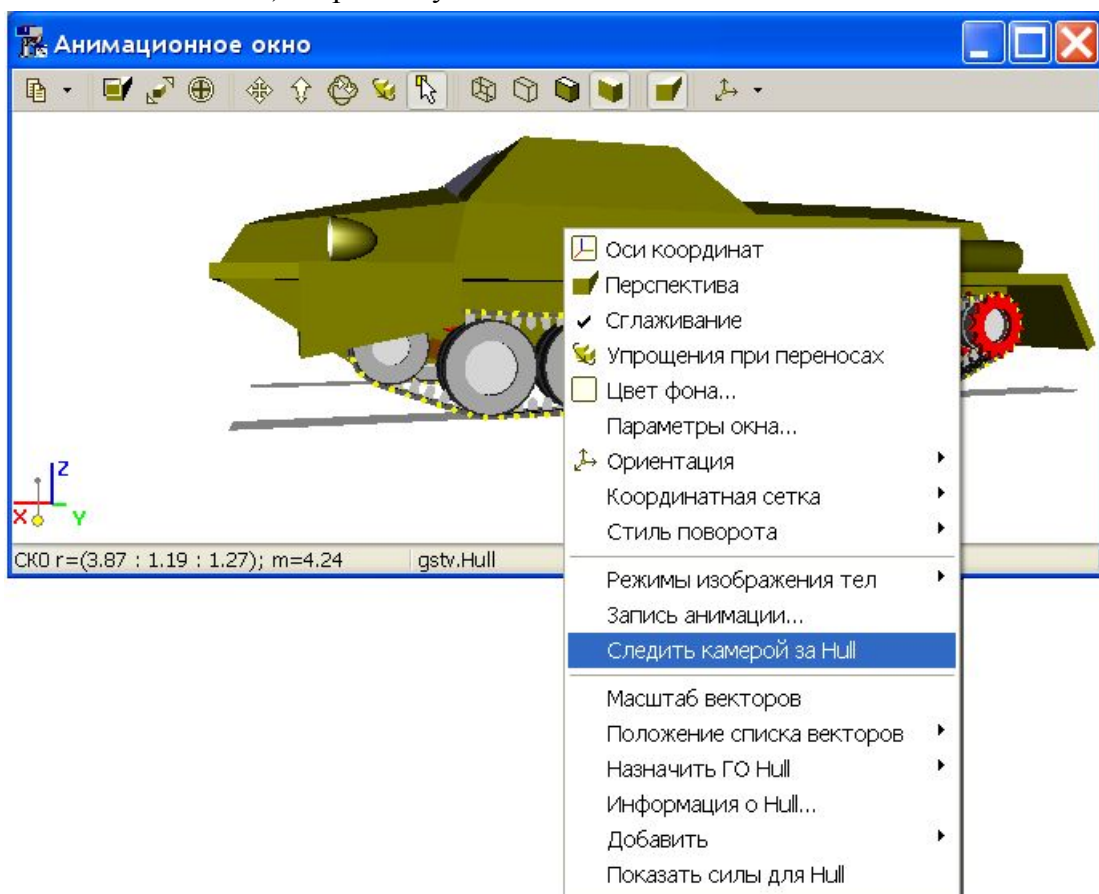

Рис. 60 Задание режима слежения камерой
3) Откройте анимационное окно и выберите режим слежения камерой за корпусом ГМ. Это действие рекомендуется, поскольку ГМ быстро выедет за видимые пределы окна. Для этого наведите курсор мыши на корпус, щелчком правой кнопки вызовите контекстное меню и выполните команду **Следить камерой за Hull**, рис. 60.